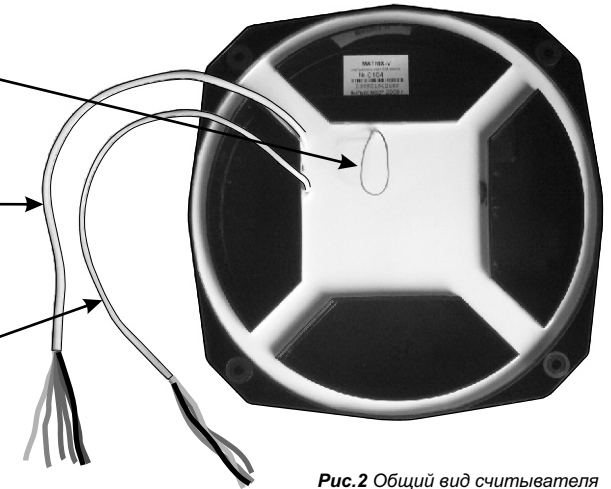

Рис.2 Общий вид считывателя
- подсоедините провода в соответствии с рис.2, 3, 4;